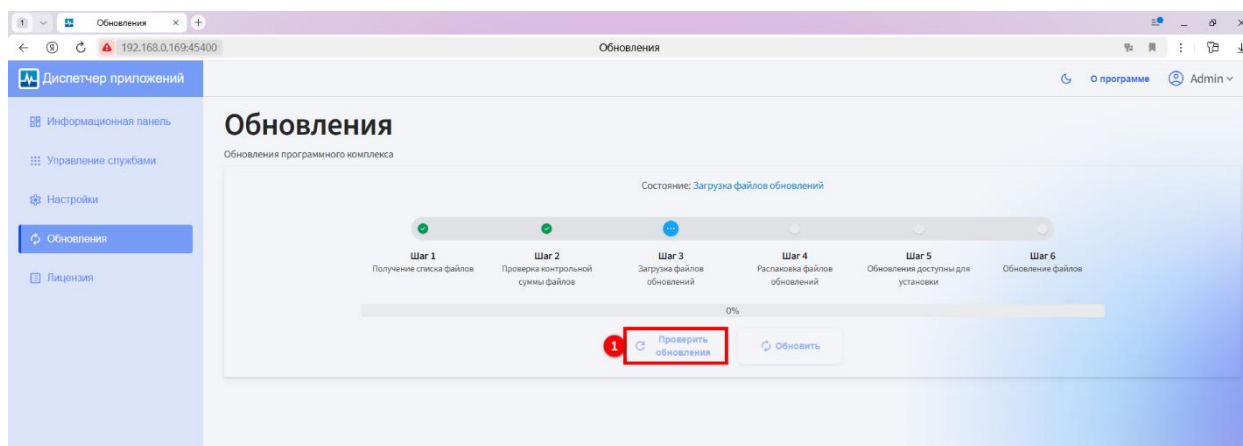

Рисунок 15 – Проверка наличия обновлений
Для проверки наличия обновлений необходимо нажать кнопку **Проверить обновления** (1) (см. рисунок 15).